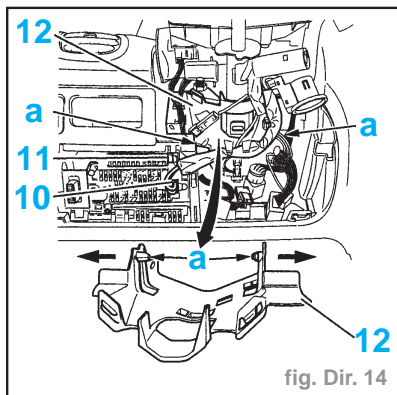

fig. Dir. 14
- Débrancher les connecteurs (10) et (11) (fig. Dir. 14).
- Dégager les faisceaux bridés sur le protecteur (12).
- Déclipper le protecteur (12) à sa partie inférieure (a).